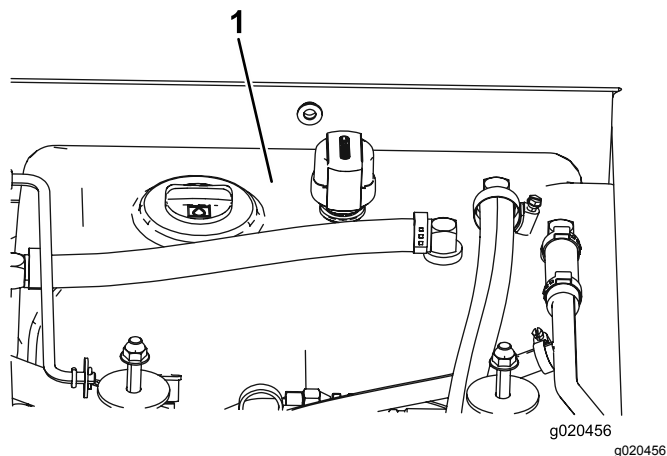

Figura 116
- Riempite il serbatoio (Figura 116) di fluido idraulico; fate riferimento a Cambio del fluido idraulico \(pagina 76\).